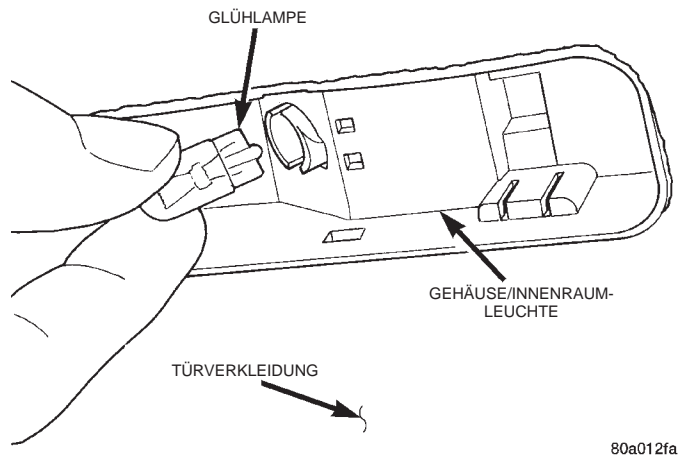

Abb. 6 Glühlampe der Innenraumleuchte an der Tür
- (1) Ein Werkzeug mit kleiner, flacher Klinge in die Hinterkante der Streuscheibe der Innenraumleuchte stecken und die Streuscheibe abhebeln.
- (2) Glühlampe aus der Lampenfassung ziehen (Abb. 6).